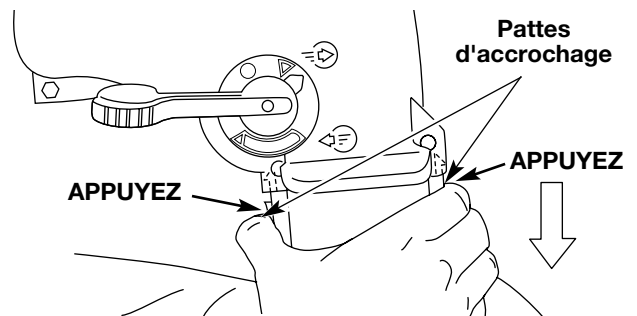

Fig. 22
1. Appuyez sur les pattes d'accrochage des deux côtés du tube du sac et retirez le sac de l'appareil vers le bas (Fig. 22).